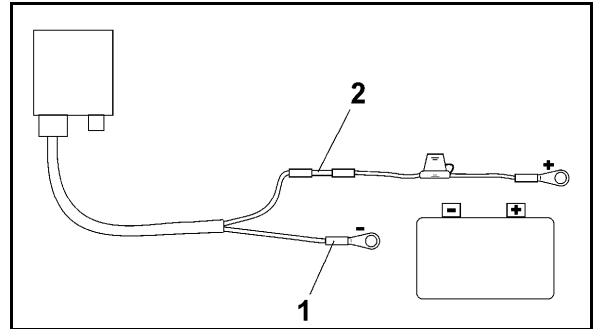

Fig. 5
4. Mavi kablo damarı (şase) gevşek halka kılavuza yerleştirilmelidir (Fig. 5/1).
6. Kahverengi kablo damarı (+ 12 Volt) bağlayıcının (Fig. 5/2) serbest olan ucuna yerleştirilmelidir
8. Bağlayıcı (Fig. 5/2) ısı kaynağı ile (çakmak veya sıcak hava tabancası), yapıştırıcı dışarı taşana kadar büzülmelidir